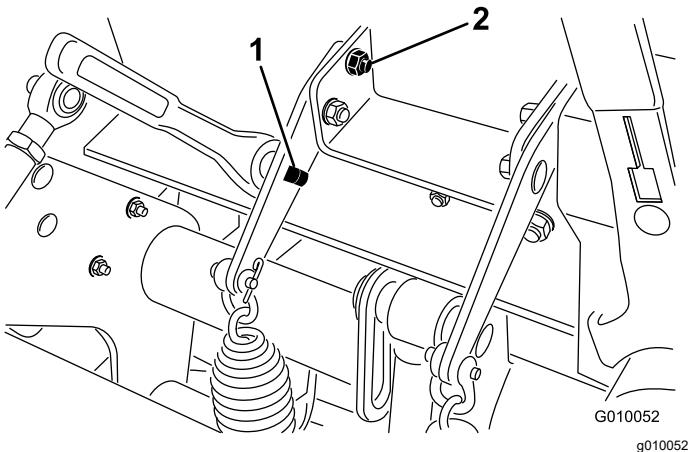

Figure 28
3. Insérez un manche à rochet de $\frac{1}{2}$ pouce ou une barre de levier dans le trou carré de la patte de tension du ressort (Figure 28).